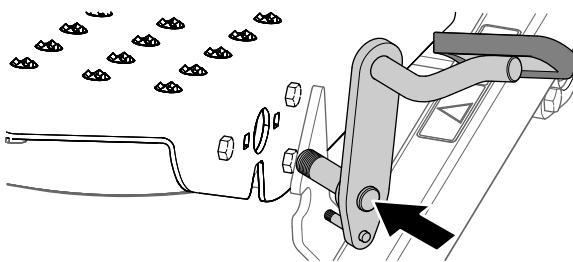

**Figura 10**
7. Montate il distanziale (5/8 x 1-1/16") sul perno del pedale di bloccaggio (Figura 10).